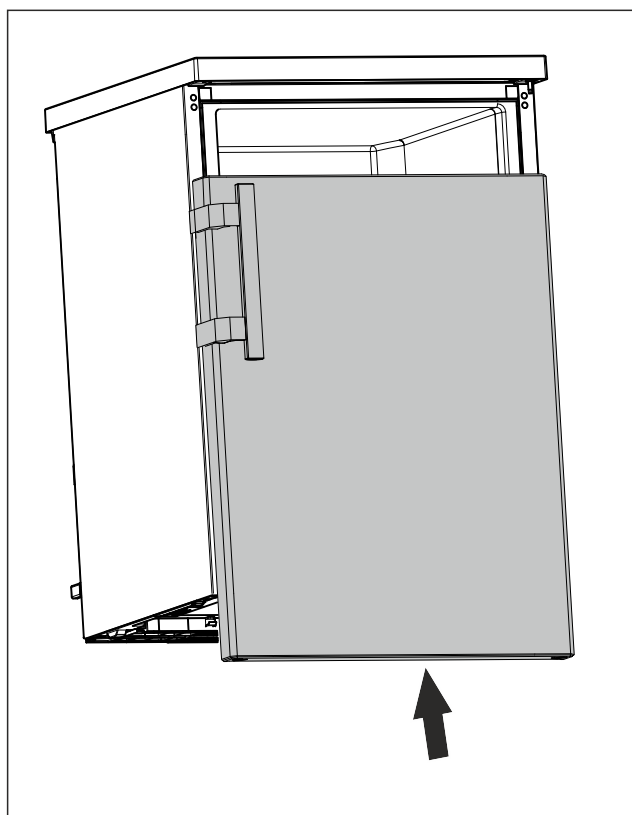

Fig. 23
- Pousser la porte fermée sur l'axe supérieur. (voir Fig. 23)